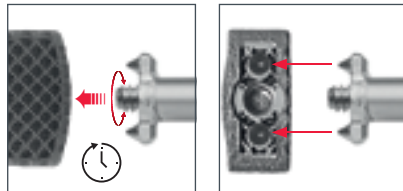

Abb. 06a
Zum Laden des ausgewählten "MediCage® 3D-cervical-steril" wird der Gewindeansatz des Implantat-Halters^① durch Rechtsdrehen des Silikongriffes in das Gewindeloch des Implantates eingeschraubt. Dabei ist darauf zu achten, dass die zwei Spitzen des Dornteils in die zwei Bohrungen des Implantates einrasten, um einen sicheren Halt des Implantates während des Einbringens zu gewährleisten. (siehe Abb. 06a/b und 07a/b)